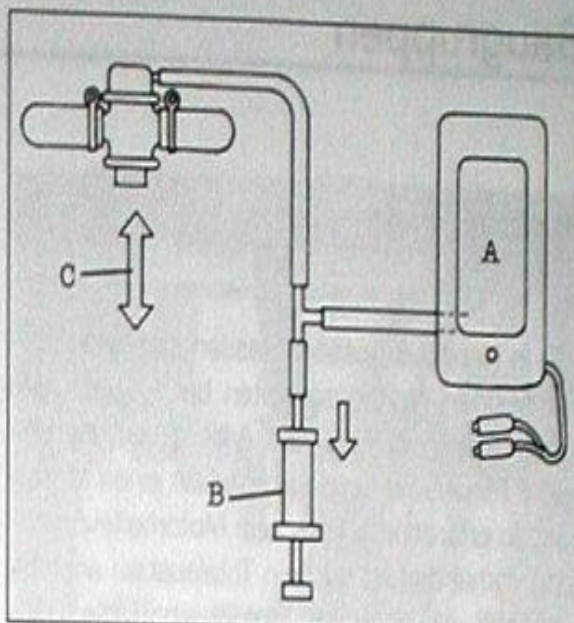

Bild 78
- Unterdruckmessgerät «A» Bild 78 und Spritze «B» an die Unterdruckschläuche anschliessen.